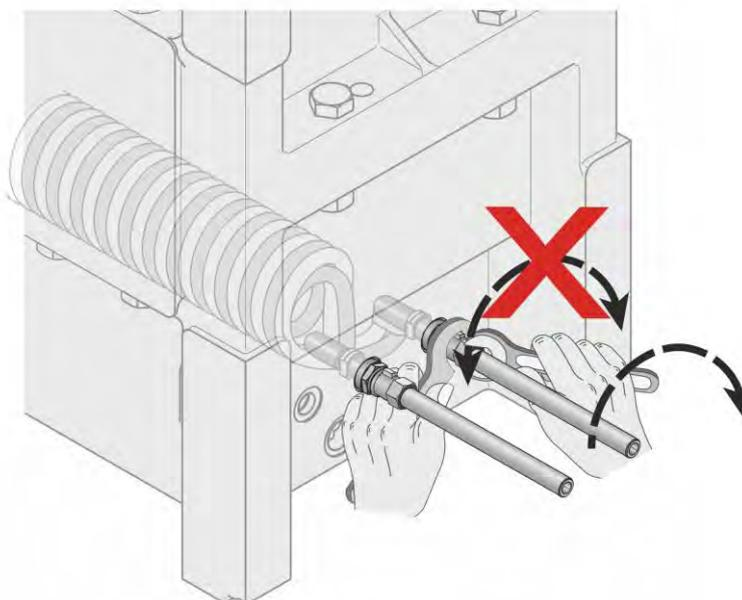

Fig. 69: Dispositivo di raffreddamento a tubo alettato
Proteggere da torsioni i raccordi della serpentina di raffreddamento assemblati dal cliente all'interno del riduttore con una chiave a gancio o con un utensile simile. Vedi Fig. 69, mano sinistra.
2. Proteggere gli allacciamenti a carico del cliente. Vedi Fig. 69, mano destra.